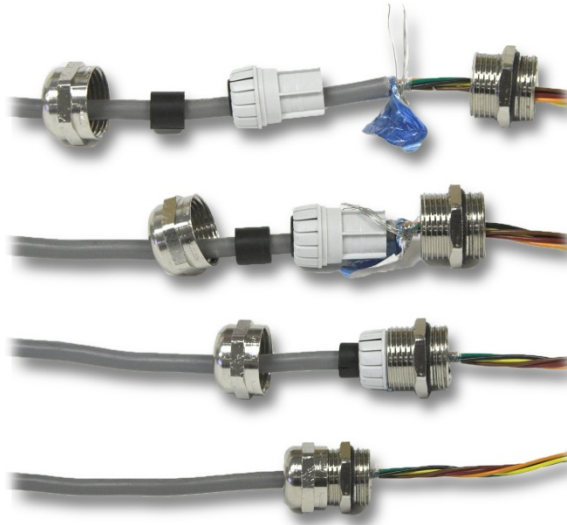

Figura 3-7: Terminación del blindaje en el casquillo
- Todos los cables que contienen blindaje (excepto los cables de la interfase de bucle de corriente) deberán tener la terminación con el blindaje en el casquillo como se muestra en la Figura 3-7. Separe los cables con blindaje y asegúrese de que haya suficiente cable con blindaje para hacer un buen contacto con la parte metálica del casquillo.